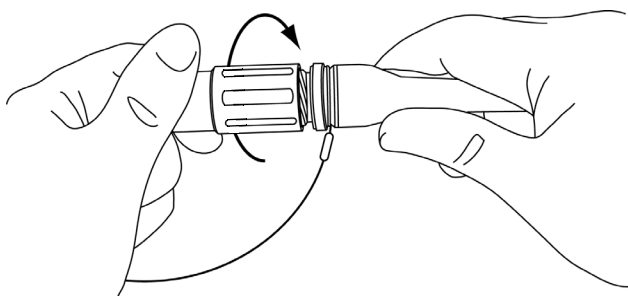

Figura 12: Posizionamento del tappo di protezione sul connettore del cavo
- Avvitare il tappo sul connettore (vedere la Figura 12).